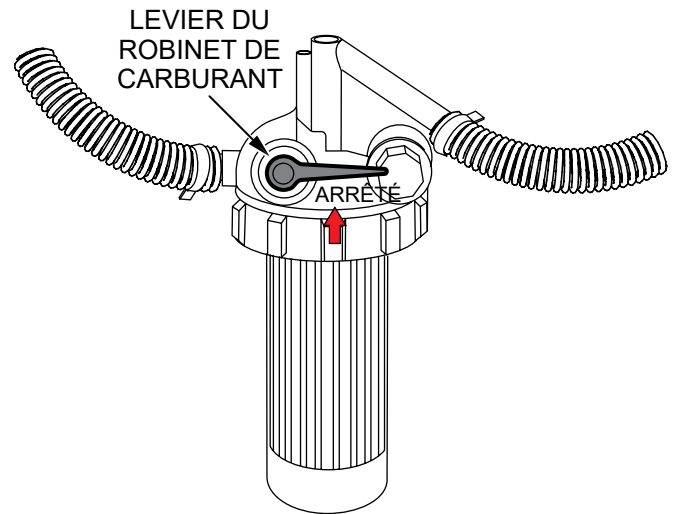

Figure 44. Levier de robinet de carburant (ARRÊTÉ)
6. Ouvrez la porte du générateur et placez le **levier du robinet de carburant** (Figure 44) en position **ARRÊTÉ**.
2. Ouvrez la porte du générateur et placez le **levier du robinet de carburant** (Figure 44) en position **ARRÊTÉ**.